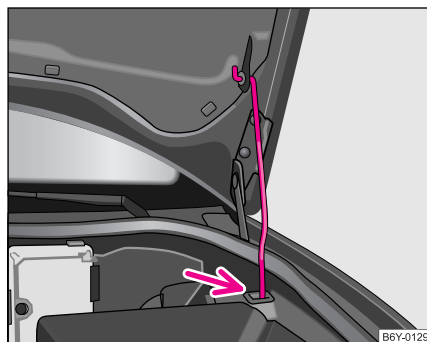

Fig. 140 Seguro del capó con la varilla de apoyo
- Saque la varilla de apoyo de su fijación y engánchela en la abertura prevista con tal fin ⇒ página 196, fig. 140.